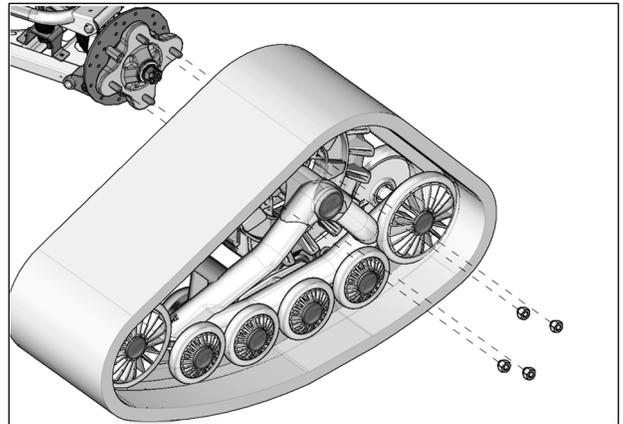

Fig. 7
8. Secure undercarriage to rear hub using the vehicle's wheel nuts. See Fig. 7
- Using the vehicle's wheel nuts, secure undercarriages to front wheel hubs. The procedure and precautions are the same as for rear units. Refer to Fig. 7
6. Au moyen des écrous de roue d'origine du véhicule, boulonner chaque système de traction au moyen de roue avant. La marche à suivre et les précautions sont les mêmes qu'à l'arrière. Voir la Fig. 7